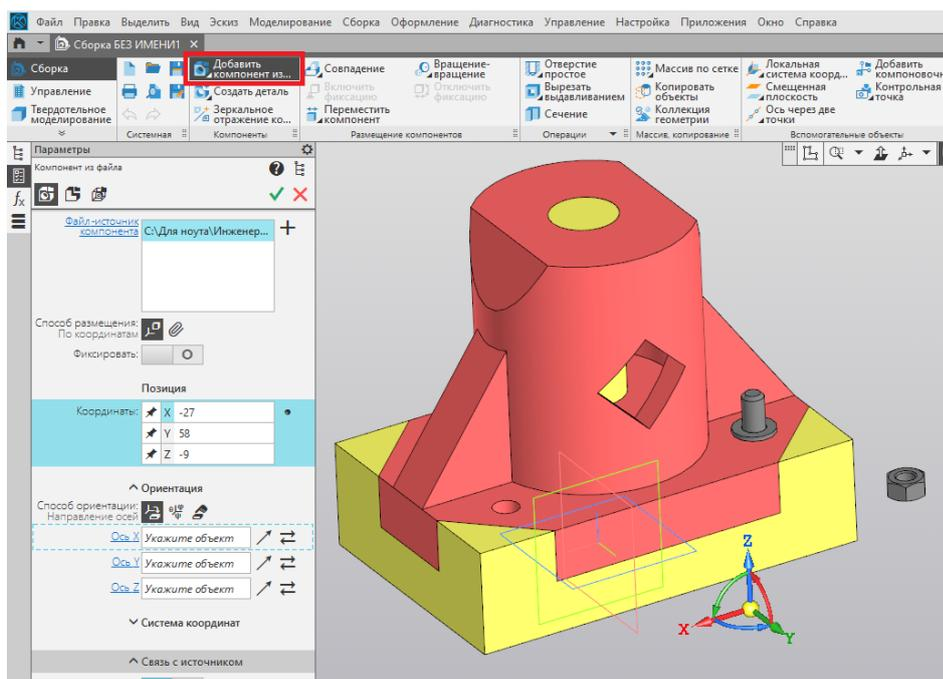

Рис. 66
18. Добавляем следующий компонент *Гайка*. Располагаем её в произвольном месте. Подтверждаем команду нажатием на зелёную галочку (рис. 66).